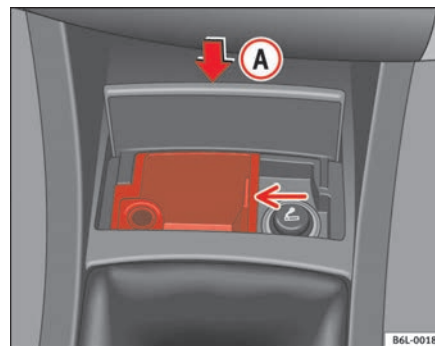

Fig. 85 Cenicero delantero
- Pulse la parte inferior de la tapa del cenicero (A) ⇒ fig. 85 y ésta se abre automáticamente por efecto del muelle.